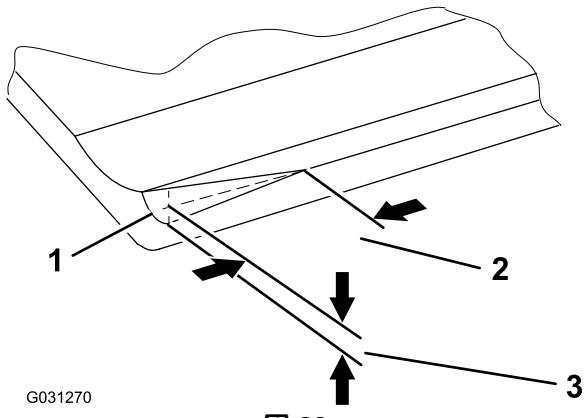

図 28
**注** 出荷時に面取りを施していますが図 28、この面取りはベッドナイフの寿命の中ほど40%でなくなりますので、面取りが必要になります。